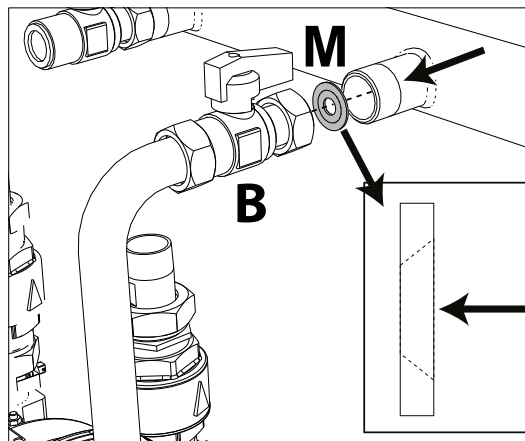

рис. 69- Форсунка для использования со сжиженным газом
8. В случае **переоборудования на сжиженный газ** необходимо вставить форсунку «M» между вентиляем «B» и газовым коллектором (рис. 69).
ВНИМАНИЕ: форсунку «M» (см. рис. 69) **нельзя** вставлять, если агрегат работает на **природном газе**.